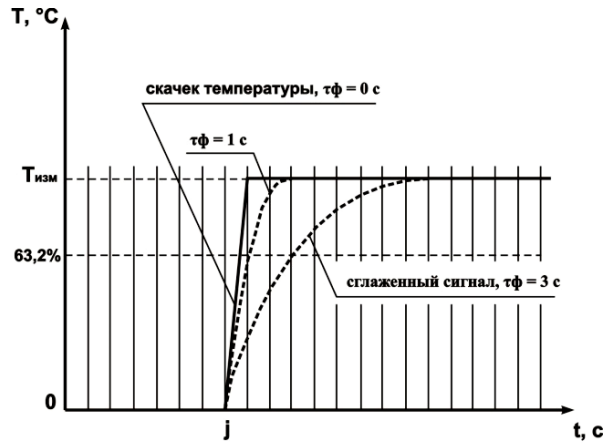

Рисунок 3.6
3.2.4.2 Цифровой фильтр устраняет шумовые составляющие сигнала, осуществляя его экспоненциальное сглаживание. Основной характеристикой экспоненциального фильтра является  $\tau_{ф}$  – постоянная времени цифрового фильтра, параметр  $F_t1$  ( $F_t2, F_t3, F_t4$ ) – интервал, в течение которого температура достигает **63,2%** измеренного значения  $T_{изм}$  (рисунок 3.6).